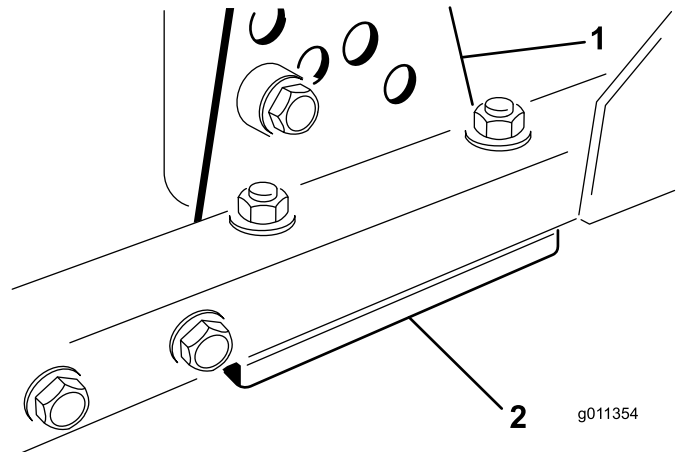

Figura 96
1. Togliete la staffa dell'altezza di taglio (anteriore, sinistra o destra) dal telaio dell'apparato di taglio (Figura 96).
2. Regolate gli spessori da 1,5 mm e/o gli spessori da 0,7 mm tra il telaio dell'apparato di taglio e la staffa per ottenere l'impostazione dell'altezza desiderata (Figura 96).